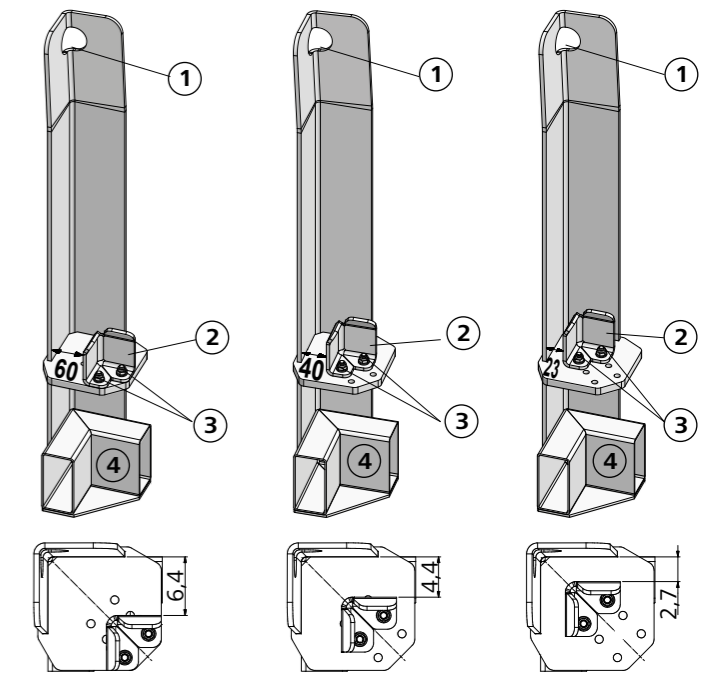
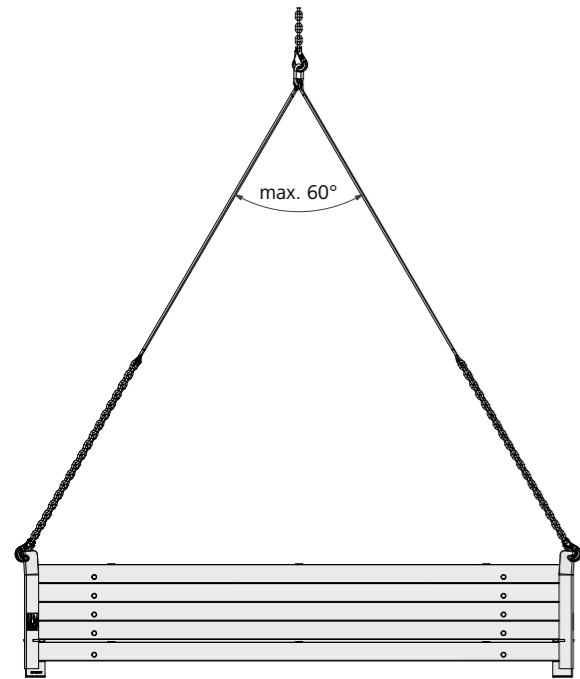

Abb. 1
Abb. 3: maximaler Spreizwinkel 60°
- Während des Hubvorgangs (Abb. 3) müssen Sie darauf achten, dass es nicht zu einem Pendeln oder Anschlagen der Last kommt. Lasthaken dürfen nicht an der Spitze belastet werden und müssen in der Einhängeöse ① frei beweglich sein.
Der Stapelwinkel 60/40/23 dient zum Umsetzen und zur Lagerung von gleich großen WS-Elemente Mammut XT, Mammut 350, StarTec XT, StarTec, AluStar, EcoAs und AluFix. Es werden immer 4 Stapelwinkel 60/40/23 pro Einsatz als Einheit benötigt. Die Stapel werden einzeln mit einem Krangehänge (Abb. 3) oder einem Gabelstapler bewegt. Einsatz als Lastaufnahmemittel bei den WS-Elementen zwischen Kran und Last. Es sind mindestens 2 WS-Elemente zu benutzen, wobei ein WS-Element mit der Schalhautseite nach oben auf den Hohlprofilen ④ und das zweite WS-Element auf der darüberliegenden Platte mit Verstellwinkel ② liegt. Maximal 5 WS-Elemente dürfen pro Versetzeinheit verwendet werden (Abb. 3). Bei einer Profilhöhe von 10 cm (EA/AF) dürfen 6 Elemente transportiert/aufgenommen werden, sofern die max. Tragfähigkeit pro 4er-Set nicht überschritten wird. Der Verstellwinkel muss an die dafür festgelegte Position festgeschraubt werden (Abb. 1). Pro Stapelwinkel wird ein Lasthaken eines 4er-Krangehänges an der Einhängeöse ① angeschlagen. Der Stapelwinkel 60/40/23 verbleibt während der gesamten Verwendung an der Schalung. Bis zu maximal 3 Stapel einheiten dürfen zur Lagerung übereinander gestapelt werden (Abb. 4). Es dürfen nur Element-Stapel der gleichen Abmessung zur Lagerung übereinander gestapelt werden.
Stellen Sie den Verstellwinkel ② am Stapelwinkel 60/40/23 auf die jeweilige Elementrahmenstärke (EA/AF = 23 mm, AS/ST/ST XT = 40 mm, M/M 350/M XT = 60 mm) ein (Abb. 1). Fädeln Sie je einen Stapelwinkel 60/40/23 an jeder Ecke des
Hängen Sie den Lasthaken vom Krangehänge so in die Einhängeöse ① des Stapelwinkel 60/40/23 ein, dass er bei Schlaffseil oder Schlaffkette nicht aus den Ösen rutschen kann (Abb. 3).